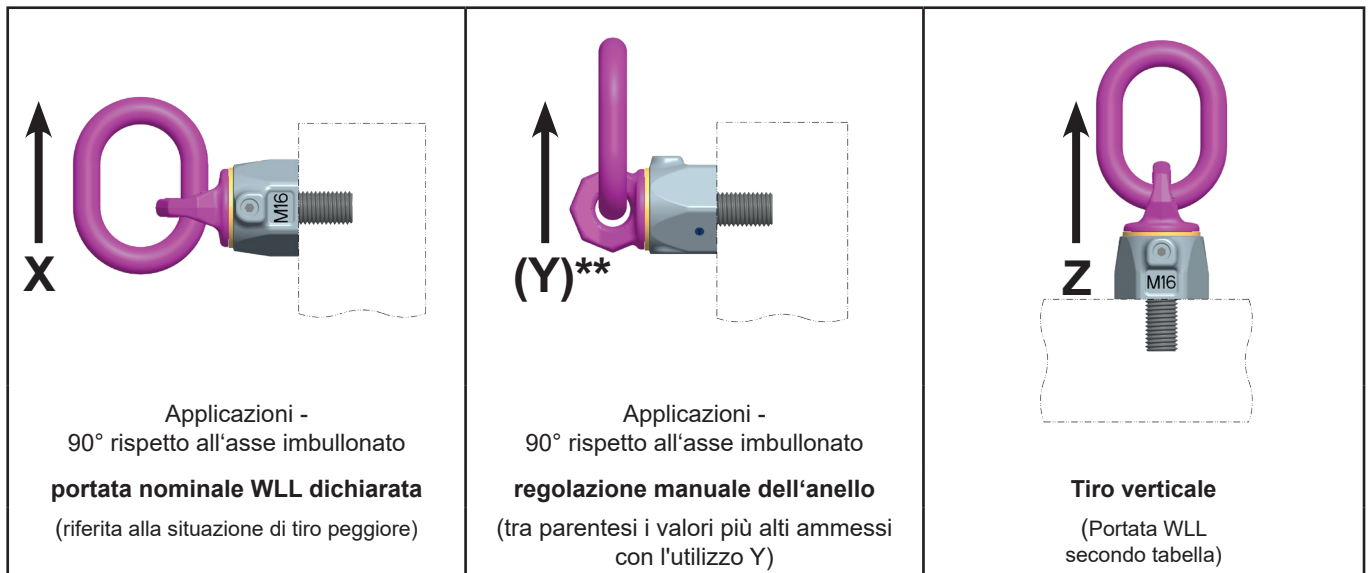

Fig. 8: direzioni di carico
** I valori tra parentesi () della Tabella 3 sono ammessi solo con l'allineamento manuale dell'anello di carico (vedi Fig. 8 - disegno Y) durante il processo di sollevamento!